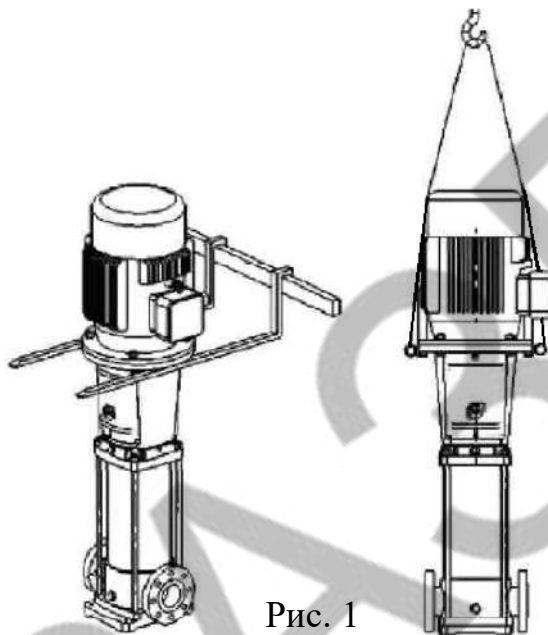

Рис. 1
8.2.2. Для перемещения насоса мощностью 0,37 кВт-7,5 кВт необходимо поднимать насос за фланец электродвигателя при помощи ремней или подобных приспособлений, мощностью 11 кВт- 110 кВт - за монтажные петли электродвигателя, смотрите Рис.1.
Запрещается поднимать насос или агрегат способом, отличным от указанного на рис.1.